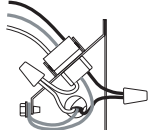

Figura 11
2. Con la ayuda de los conectores de cable apropiados, conecte el ventilador como se muestra en la Figura 11.